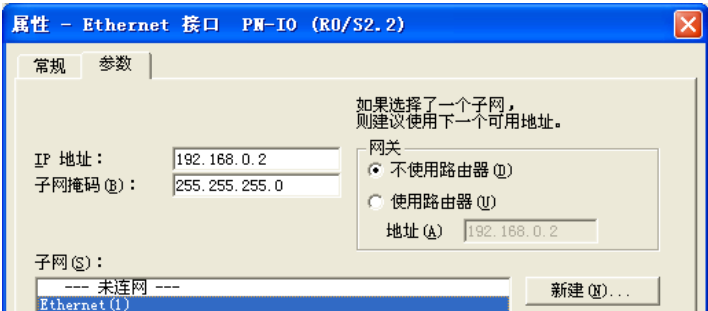

图 11-5 CPU 的以太网接口属性对话框
在自动打开的以太网接口属性对话框的“参数”选项卡 (见图 11-5) 中，点击“新建”按钮，生成一条名为“Ethernet (1)”的以太网，点击“确定”按钮，返回“参数”选项卡，将 CPU 连接到该网上。设置 IP 地址为 192.168.0.2，采用默认的子网掩码 255.255.255.0，点击“确定”按钮，返回 HW Config。可以看到生成的 Ethernet (1) PROFINET-IO 系统 (100)。将电源模块和信号模块插入主机架。